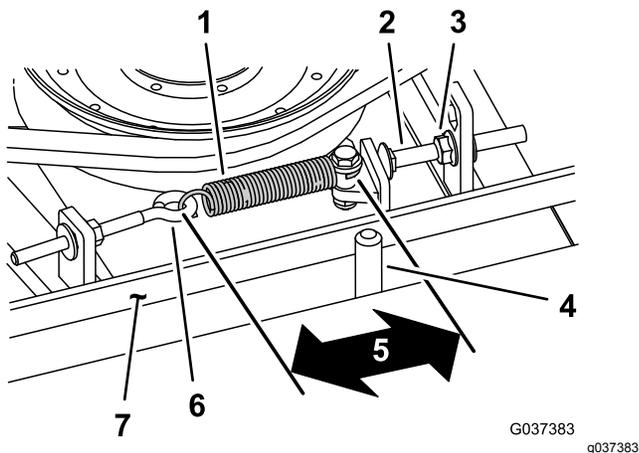

Bild 75
Bei richtiger Spannung sollte die Messung innen an der Verlängerungsfeder (Haken zu Haken) ungefähr $8,3 \text{ cm} \pm 9,5 \text{ cm}$ betragen. Wenn die Federspannung richtig ist, stellen Sie die Anschlagsschraube (Schlossschraube) ein, bis der Abstand zwischen dem Schraubenkopf und dem Spannarm ungefähr 2-5 mm beträgt (**Bild 75**).
Hinweis: Achten Sie darauf, dass der Riemen auf der Federseite der Riemenführung positioniert ist (**Bild 75**).
2. Lösen Sie den Augenbolzen, um die Verlängerungsfeder abzunehmen (**Bild 75**).
3. Lösen Sie die Bundmutter, mit der die Anschlagsschraube an der Befestigungsnase befestigt ist, und schieben Sie die Spannscheibe vom Riemen weg, um die Riemen Spannung zu lösen (**Bild 75**).
Hinweis: Achten Sie darauf, dass der Riemen auf der Federseite der Riemenführung positioniert ist (Bild 75).
9. Setzen Sie die Verlängerungsfeder (Bild 75) wieder in den Augenbolzen ein und spannen Sie den Riemen wie folgt: